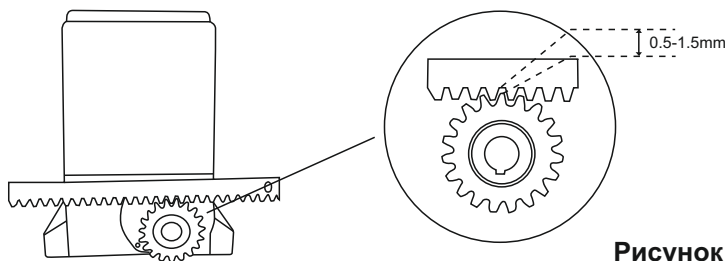

Рисунок 2
Когда все рейки будут установлены, проведите регулировку рейки поднимая её на высоту ~ 2мм между рейкой и шестерней привода в точке контакта. Прокатите ворота несколько раз в крайние положения, чтобы убедиться в равномерности движения ворот и отсутствии закусывания рейки. (См. рисунок 2).
- Провод заземления подсоединен к соответствующей клемме J1 на электронной плате управления (см. рис.2).